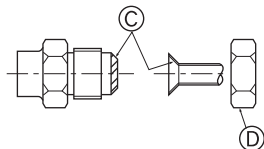

Fig. 4-5
Ⓐ (Fig. 4-5)
Ⓑ (Fig. 4-5)
4.4. Forbindelsesrør (Fig. 4-5)